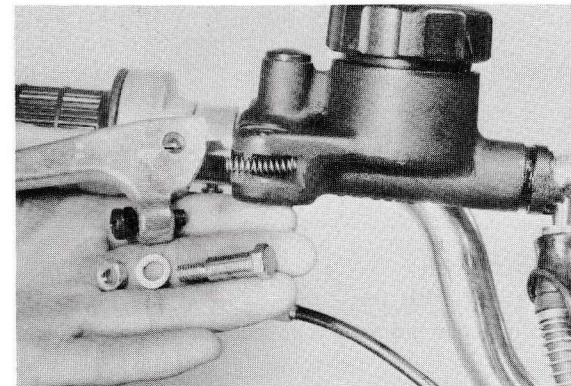

Fig. 3-3-32
- 2) Ta bort bromsslängen. (Se Fig. 3-3-32)
- 2) Fjern bremseslangen. (Fig. 3-3-32)